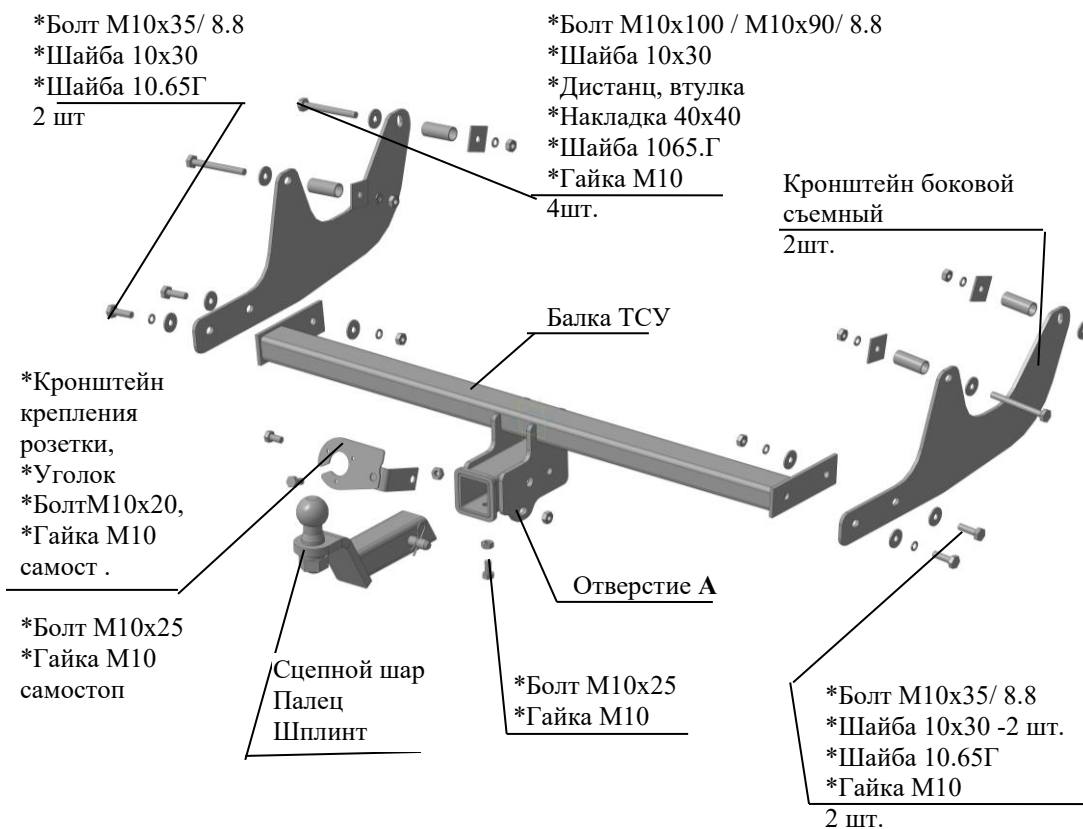

Рис.1 Тягово-сцепное устройство 2012.
2.1 ТСУ 2012 в сборе (рис.1)	1 шт.
2.2 Пакет с комплектующими (см. рис.1)+ защитный колпак	1+1 шт.
4.2 Закрепить съемные кронштейны ТСУ к наружным полкам лонжеронов а/м болтами М10х100 (для Лада Ларгус Кросс – болтами М10х90), соблюдая положение болтов в соответствии с рис.1, внутрь лонжеронов установить дистанционные втулки, шайбы 10х30 установить под головки болтов, под гайки подложить накладки 40х40 и шайбы 10.65Г. Крепеж не затягивать.